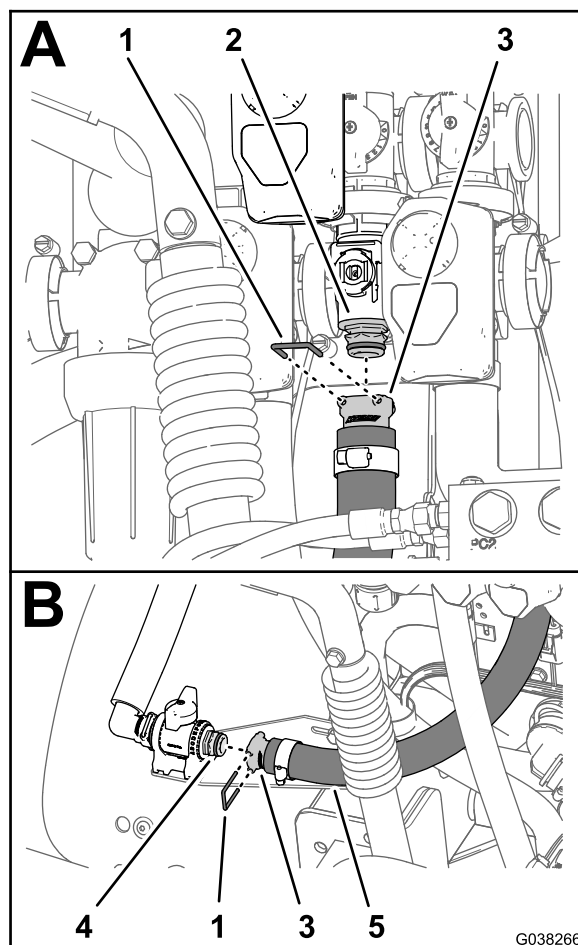

Figure 66
1. Fixez le raccord rapide (cannelé droit) du flexible d'alimentation d'agitation (2,5 x 72 cm) au raccord rapide de la vanne de commande d'agitation avec l'étrier fourni avec le flexible (Figure 66).